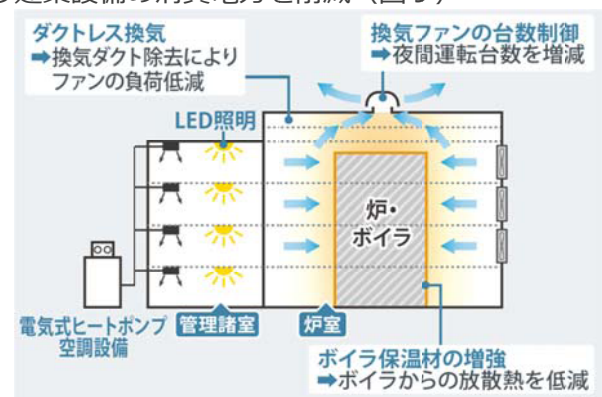

図9 建築設備の消費電力削減策
- 独自の換気システムやプラント機器設計の工夫により建築設備の消費電力を削減（図9）